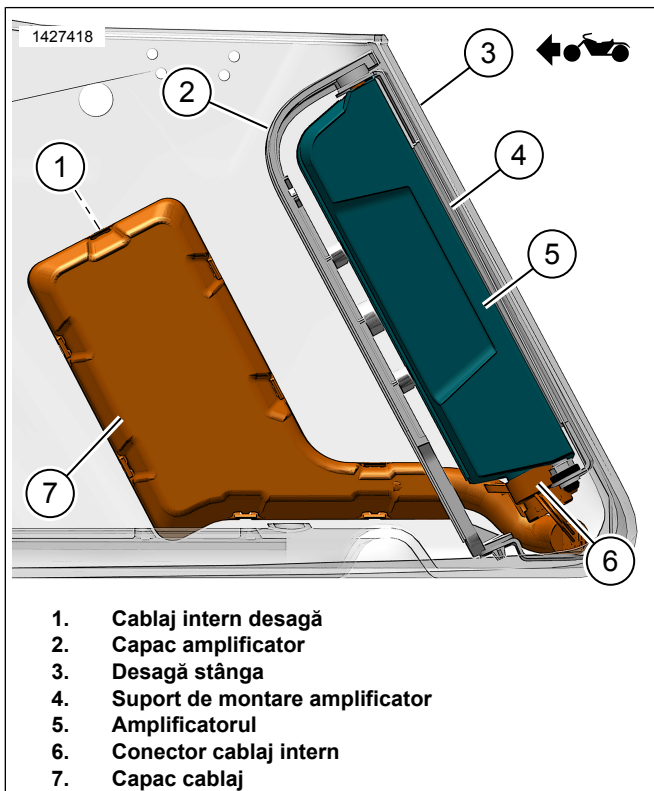

Figura 8. Cablaj desagă cu amplificator
13. A se vedea figura 8. Montați ansamblul suportului de montare amplificator.